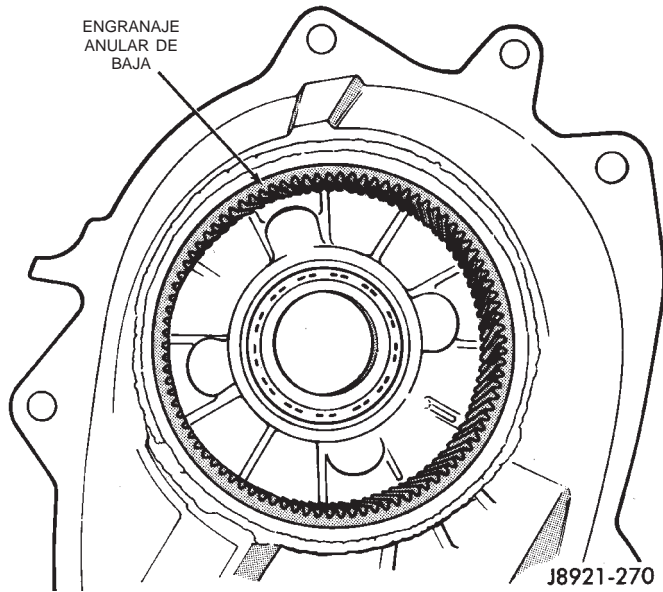

Fig. 44 Inspección del engranaje anular de baja
(7) Inspeccione el engranaje anular de baja (Fig. 44). **El engranaje no es un componente reparable. Si está dañado, reemplace el engranaje y la caja delantera como conjunto.**
(8) Retire las juntas de aceite de los siguientes componentes: